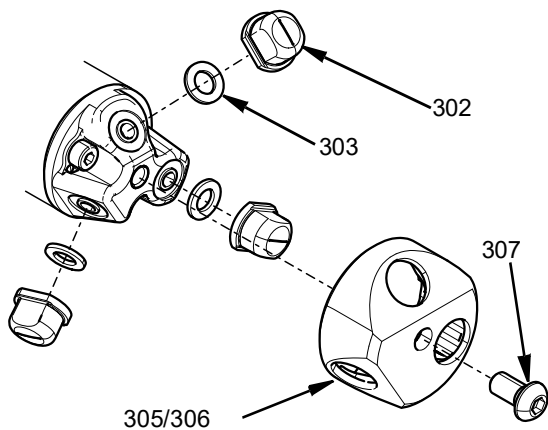

図 9
- a. M6 ボタンヘッドネジ (307) を取り外して、ノズル (302) に取り付けられたノズルキャップ (305/306) を取り外します。
- b. これでノズルパッキン (303) を取り外せるようになります。以下を参照してください：図 9。